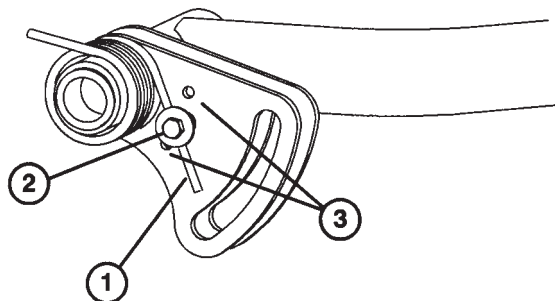

図 29
2. スプリングの張力をゆるめながら、キャップスクリューとロックナットを外す (図29)。
3. スプリングの張力をゆるめながら、スプリング・ブラケットを希望位置に移動し、キャップスクリューとロックナットで固定する (図29)